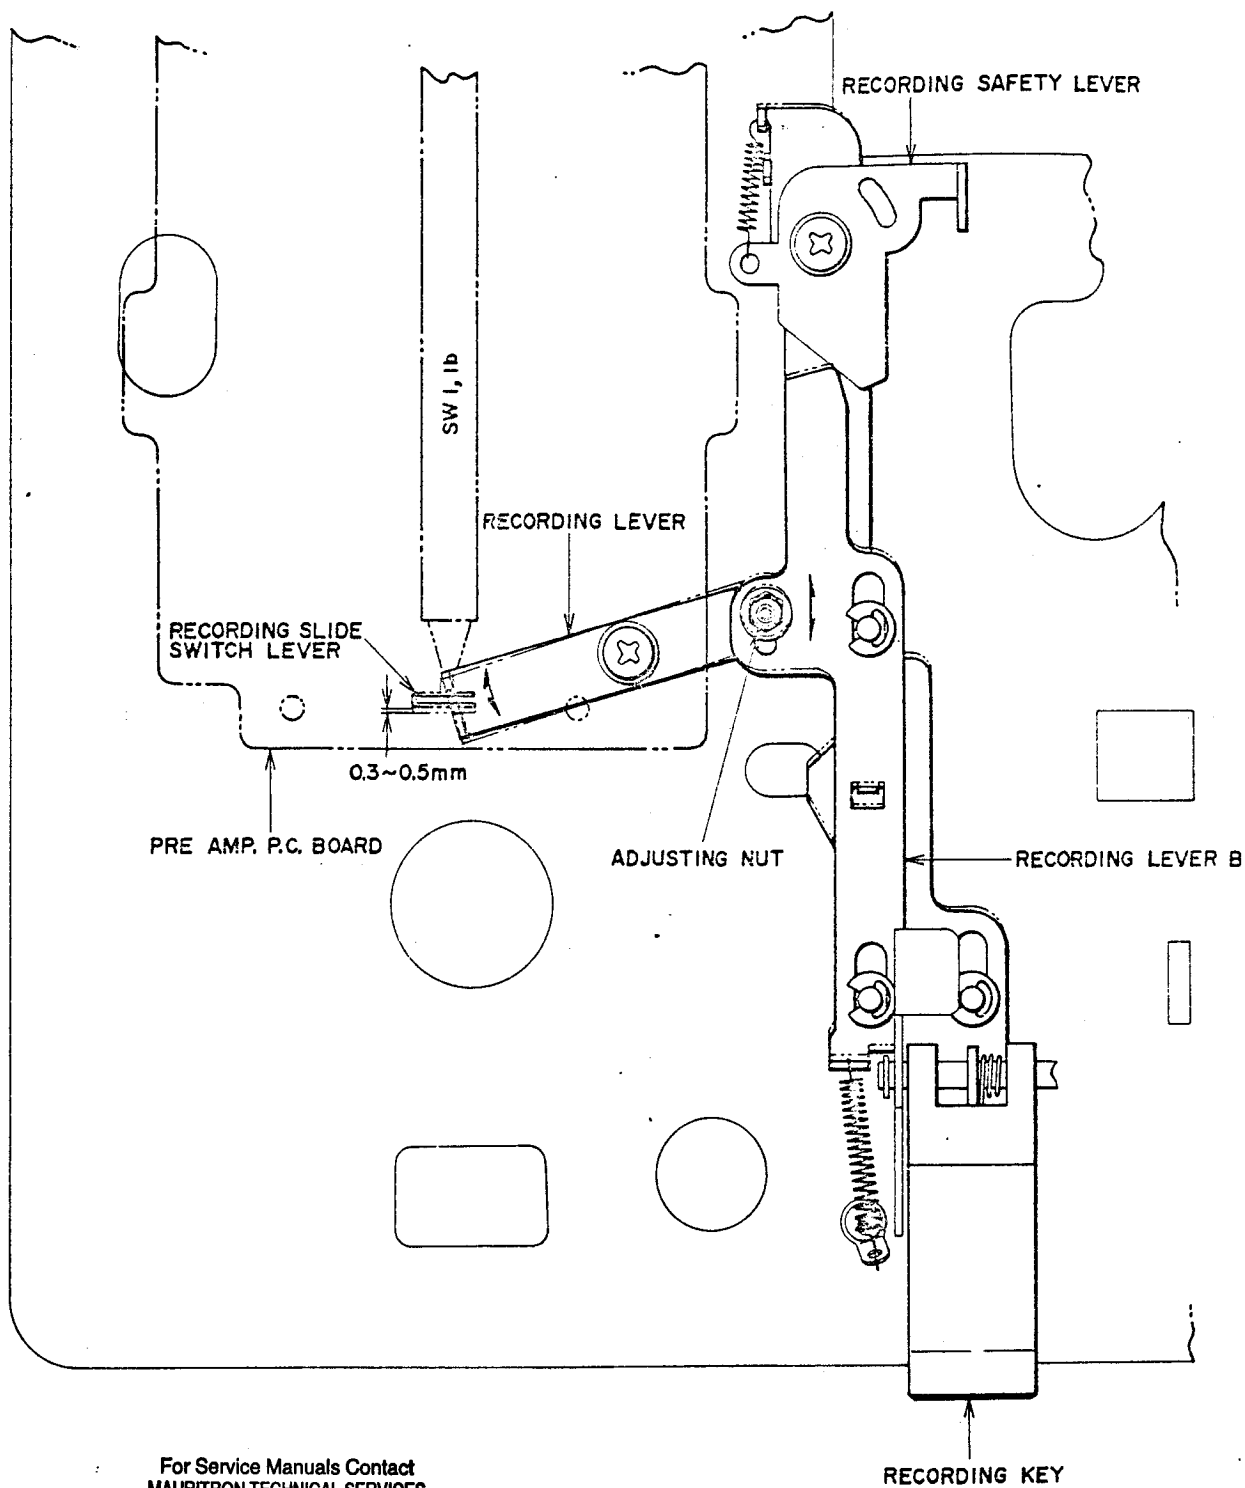

Fig. 15
7. RECORDING LEVER STROKE ADJUSTMENT (See Fig. 15)